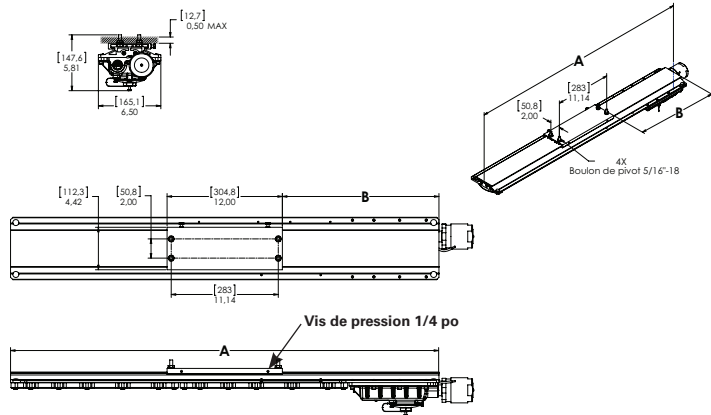

Figure 3. Montage arrière du ZP1057MTK
1. Pour le montage arrière, utiliser le support comme modèle pour marquer des trous et les percer, puis utiliser les boulons de 5/16 po inclus (voir la figure 3).
4. Placer les quatre (4) boulons de 5/16 po sur la plaque de montage et les visser uniformément au support. Le couple de vissage minimum requis est de 138 po-lb (15,6 N.m.)
7. Serrer à fond les quatre (4) vis de pression de 1/4 po sur le support coulissant. Visser au couple de 78 po-lb (8,8 N.m).